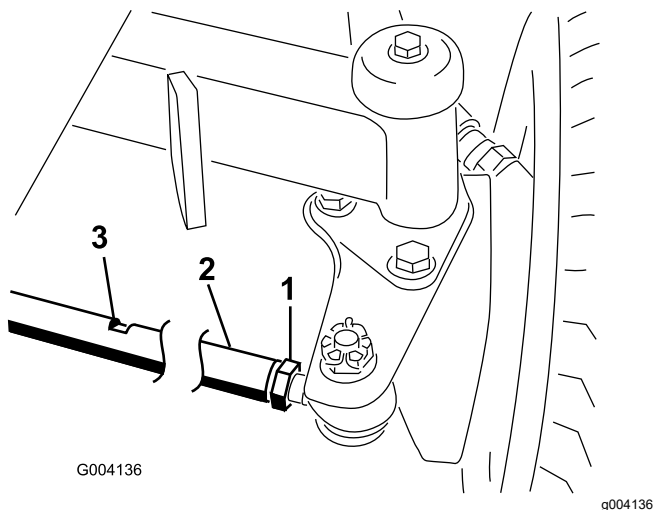

Figure 91
1. Desserrez l'écrou de blocage à chaque extrémité de la biellette (Figure 91).